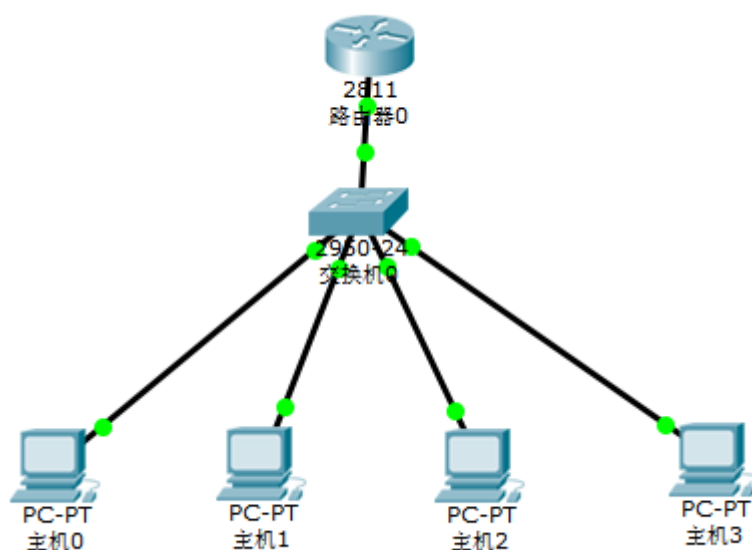

图 2-4 虚拟局域网配置拓扑图
两个部门之间的通信，使用单臂路由确保两个部门的互联互通，拓扑结构如图 2-4。已知信息如下：
①使用思科模拟器，参照拓扑图 2-4 搭建网络平台，平台搭建过程中应按照图 2-4 对交换机进行选型（交换机型号为 2950，路由器型号为 2811），并检查各个设备的运行情况。。
③对主机 0、主机 1、主机 2 和主机 3 的 IP 地址、子网掩码和网关进行配置。
④对交换机 0 的端口模式、VLAN 号等进行配置。
⑤对路由器的子端口进行配置，包括启动端口、配置 IP 地址、配置 trunk 封装协议